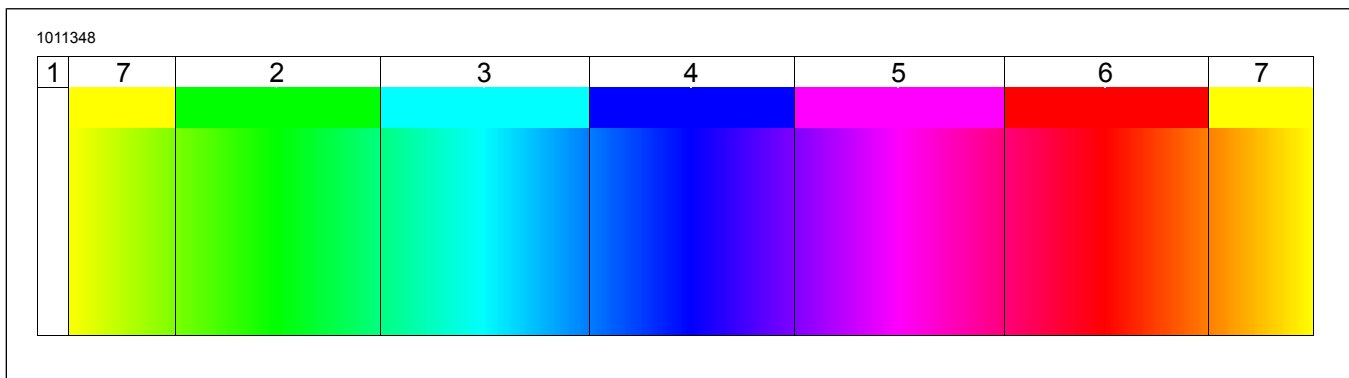

Abbildung 4. Farbspektrum
- Siehe Abbildung 4. Sieben Farbzonenvoreinstellungen sind verfügbar. Bei jeder Farbzone gibt es einige Schattierungen: